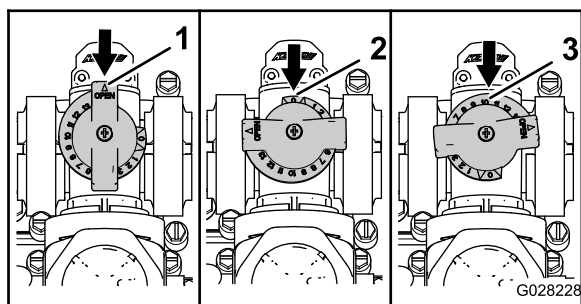

図 30
- 攪拌バイパスバルブが全「開」位置: 図 30 の A
- 攪拌バイパスバルブが「閉」(0) 位置: 図 30 の B
- 攪拌バイパスバルブが中間位置システム水圧に合わせて調整された状態: 図 30 の A